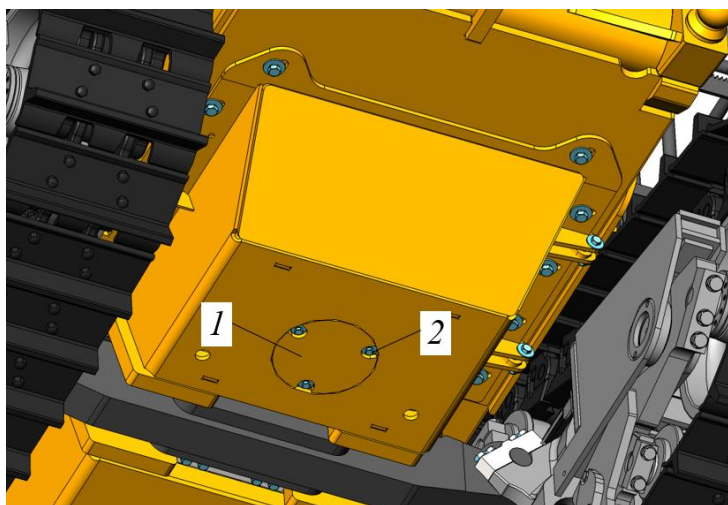

Рисунок 5.109. Съемный лючок в передней части брони
- Демонтировать лючок в передней части брони (рис. 5.109).
Для демонтажа лючка поз. 1 в передней части брони необходимо, ключом  на 19 выкрутить три болта поз. 2 и убрать лючок в сторону, см. рис. 5.109. Примерный вес лючка чуть больше 5 кг.
- ▶ Предварительно очищенный лючок, рис. 5.109 установить на место. Болты поз. 2 затянуть моментом не превышающим 80 Н*м.